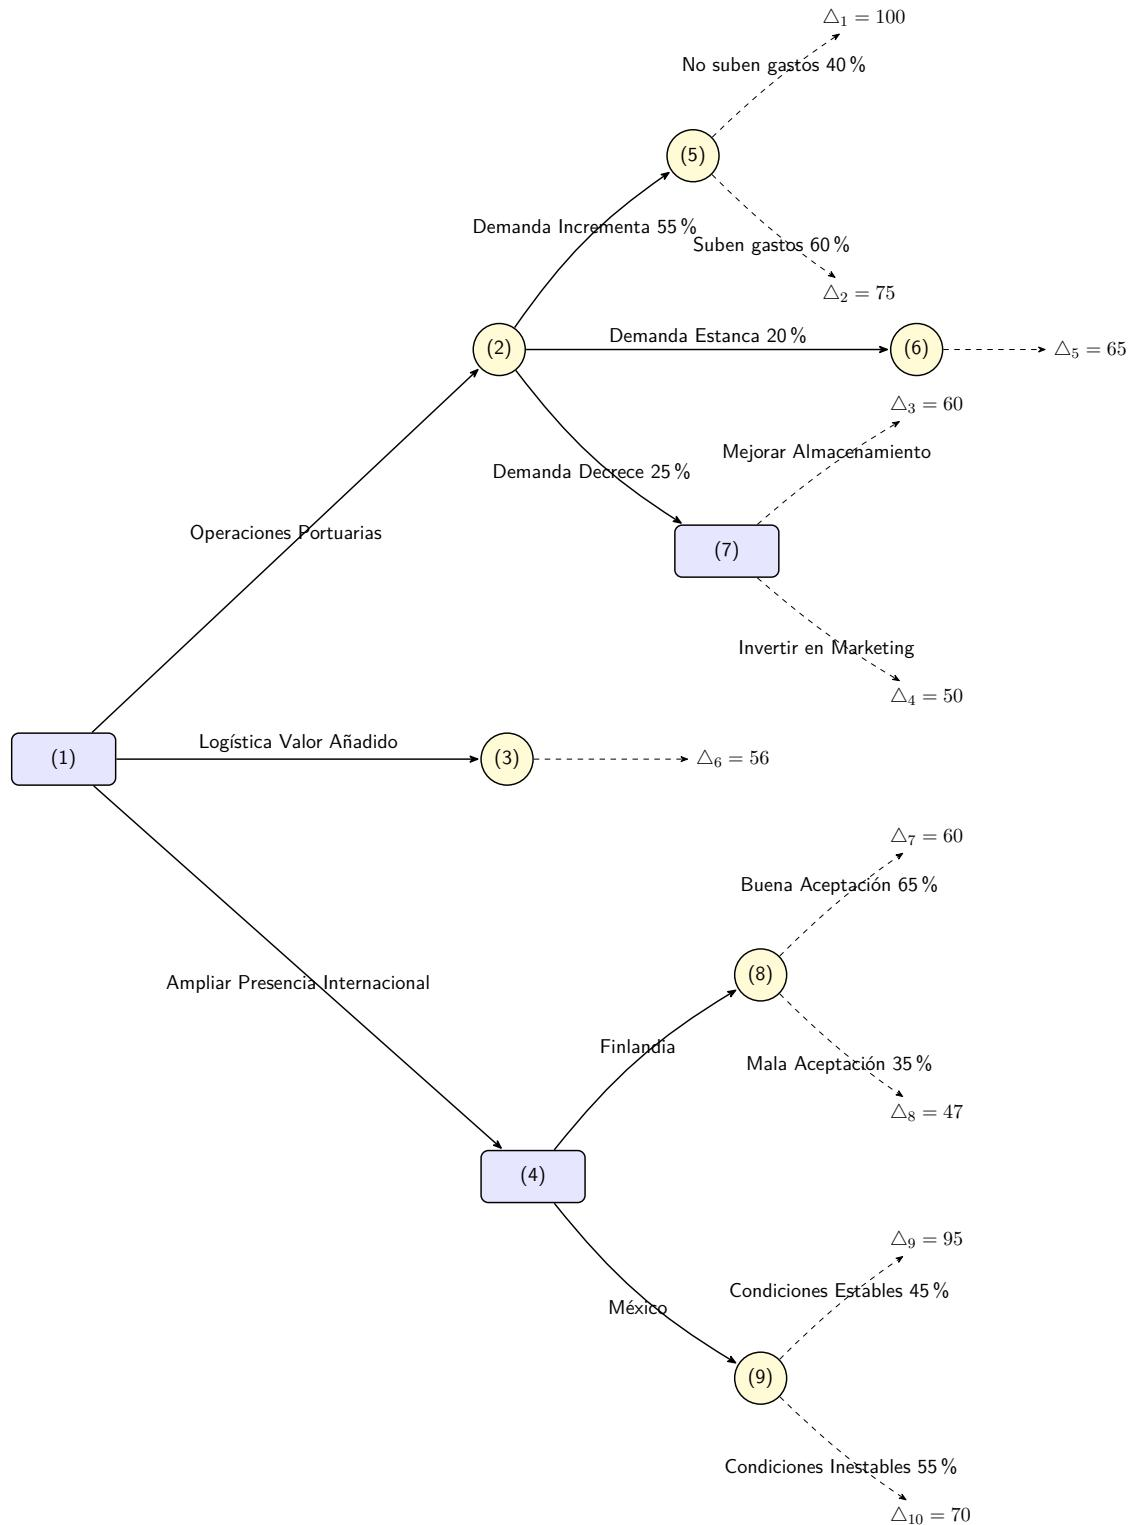

Figura 1.5: Diagrama de Transición del AFD del Ejercicio 5.
*Solución 1.1.5.* El grafo de decisiones corresponde con el de la figura 1.5. Las cantidades están en millones de euros.